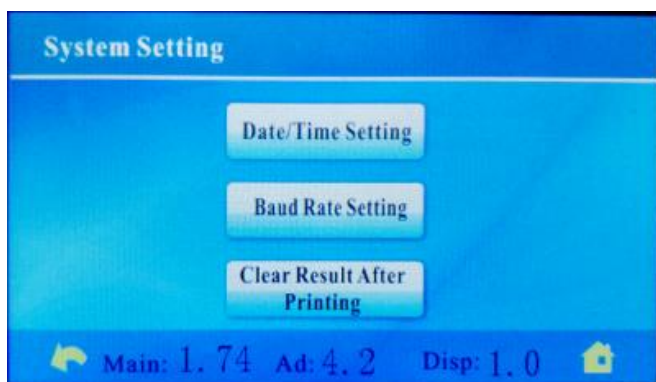

рис.11
I. System Setting (Системные настройки рис.11)
В нижней части окна отображаются версии ПО (рис.11):